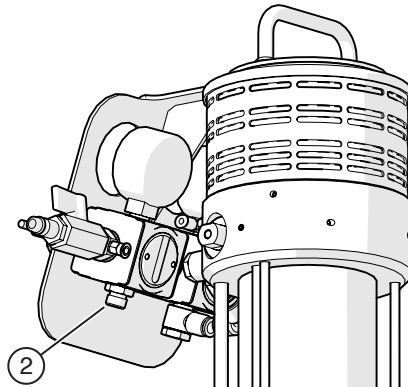

Abb. 11 Zerstäuberluftschlauch an Druckregleinheit montieren
- an den Anschluss für Zerstäuberluft an der Druckregleinheit (Abb. 11)